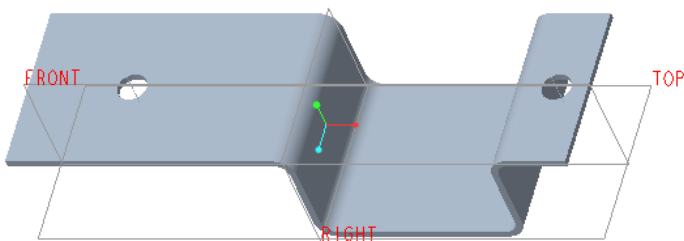

图 8-7 钣金件模型
(1) 在“快速访问”工具栏中单击  (打开) 按钮, 系统弹出“文件打开”对话框。
(2) 通过“文件打开”对话框在当前工作目录下选择 bc_s8_1.prt。
(3) 在“文件打开”对话框中单击“打开”按钮。文件中已经存在的钣金件模型如图 8-7 所示。